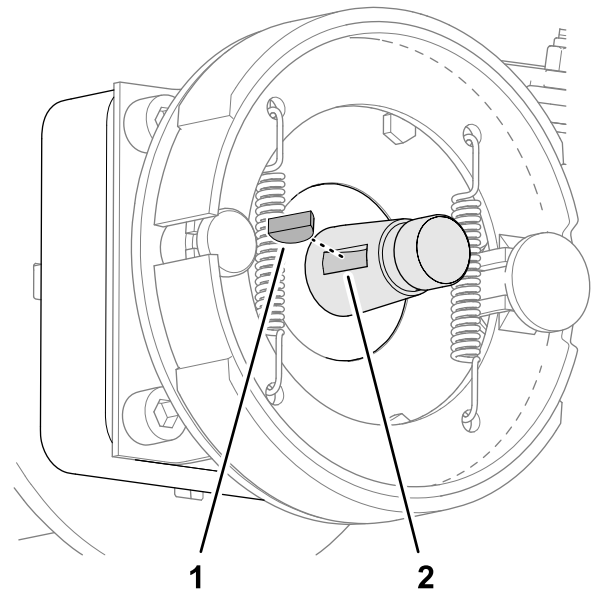

Bild 72
2. Führen Sie die Passfeder in die Nut der Radmotorwelle ein (Bild 72).